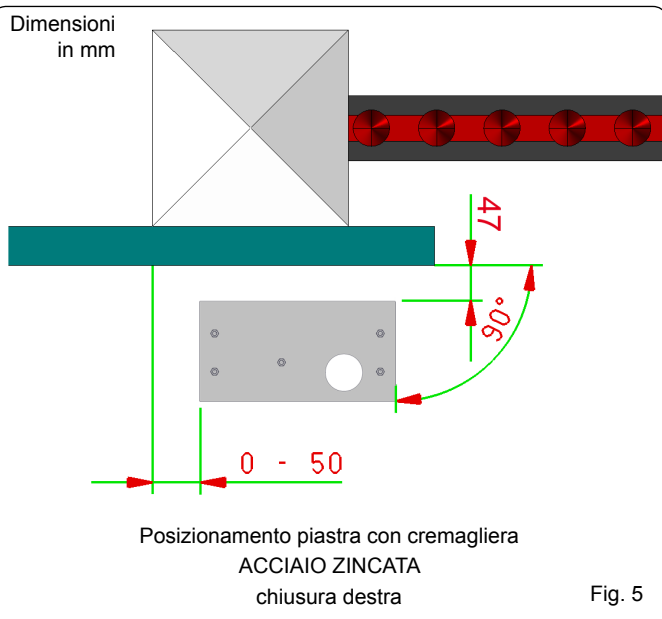
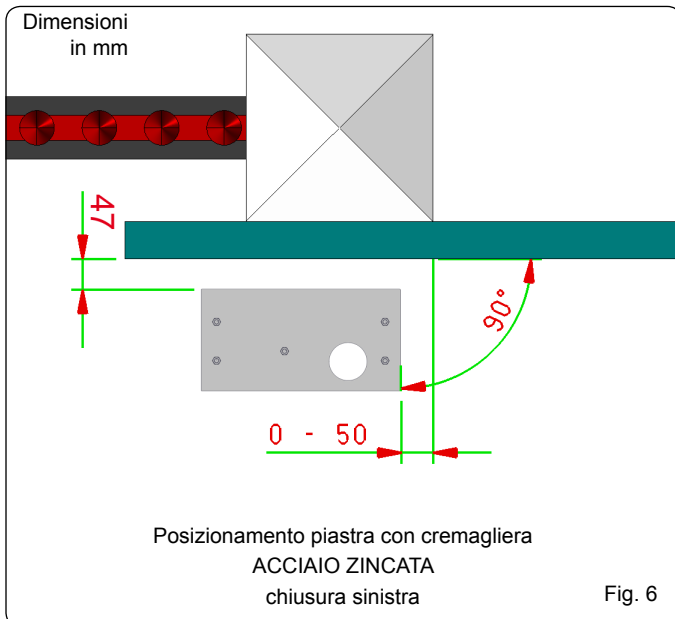

Fig. 5
Fig. 6
2. La piastra di fondazione deve essere posizionata come da Fig. 5 (chiusura destra) o Fig. 6 (chiusura sinistra) per garantire il corretto ingranamento tra il pignone e la cremagliera.